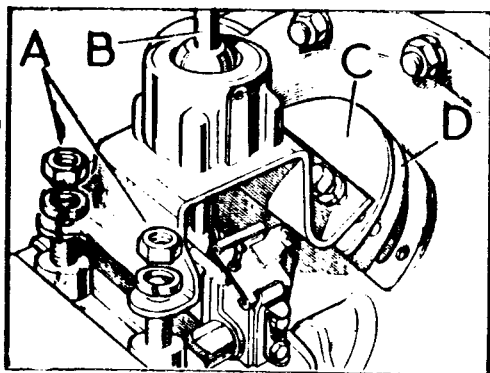

Fig. C-66 Montaje de la palanca de cambio
- 1.2. Desmontar el conjunto de la palanca de cambio, B (Fig. C-66) soltando las -- tuercas, A, y los tornillos, E, de fijación.